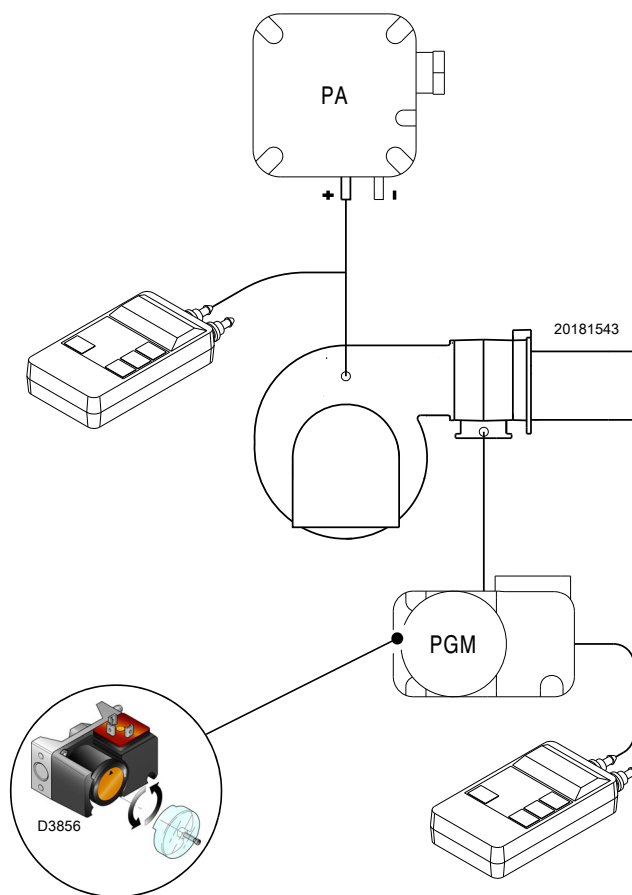

图 28
- ▶ 调节风压开关至 (图 28) 量程的起始位置。
燃气是否到达燃烧头可通过 U 型压力表查看 ( 图 28)。
在完成所有其他燃烧器调整后，调整最大气体压力开关（图 28），并将最大气体压力开关设置在刻度的末端。